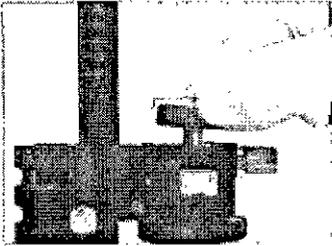

Figura 8
1. Retire la tapa de protección del posicionador (Ver Figura 8)